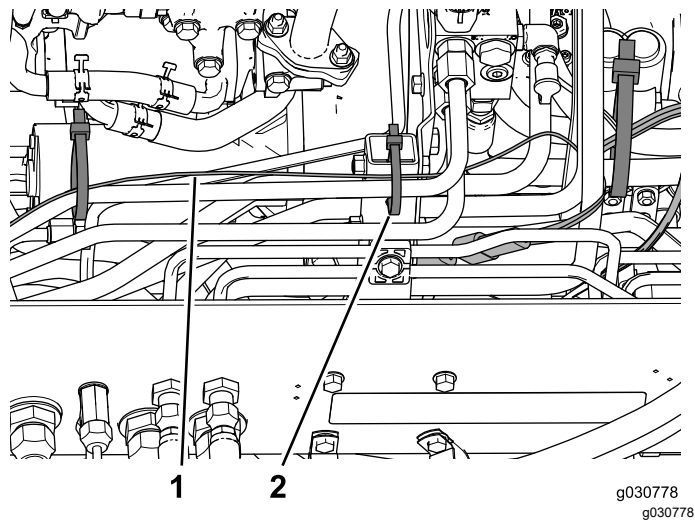
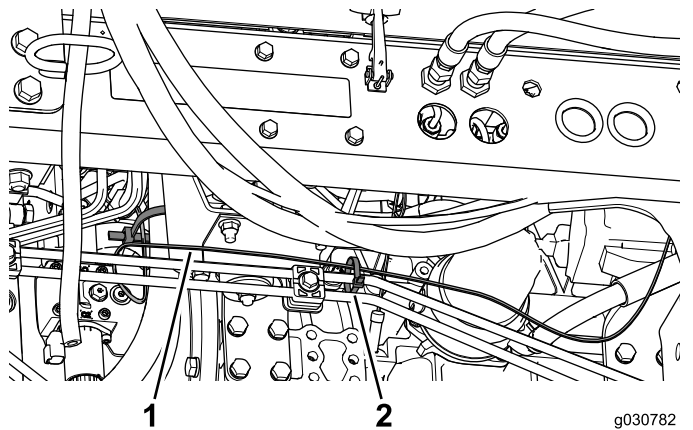

图 53
图 54
5. 用扎带将线束固定到液压软管和硬线上位置如 图 53和 图 54 所示。